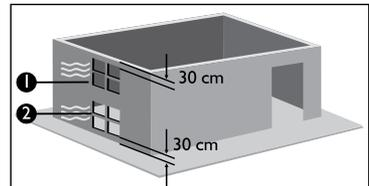

Figura 8
- Si el aire de ventilación se toma directamente del exterior, se deberán realizar dos aberturas permanentes en las paredes del cuarto, de tal forma que lo comuniquen directamente con el ambiente exterior, cada una de dichas aberturas deberá tener un área mínima de 6 cm^2 por cada kilovatio (kW) de potencia nominal instalado. (Ver figura 8).
- En caso de ser necesario, la localización de las aberturas de ventilación deberá ser: Una inferior a máximo 30 cm del suelo y una superior a una distancia no menor a 180 cm. del suelo (Ver figura 8).